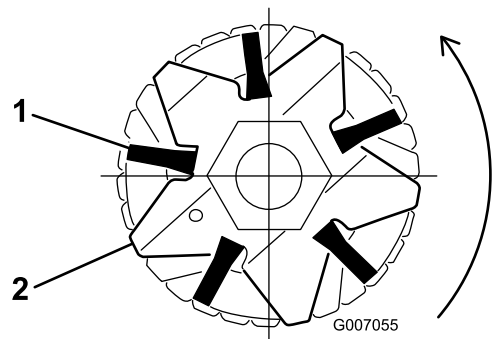
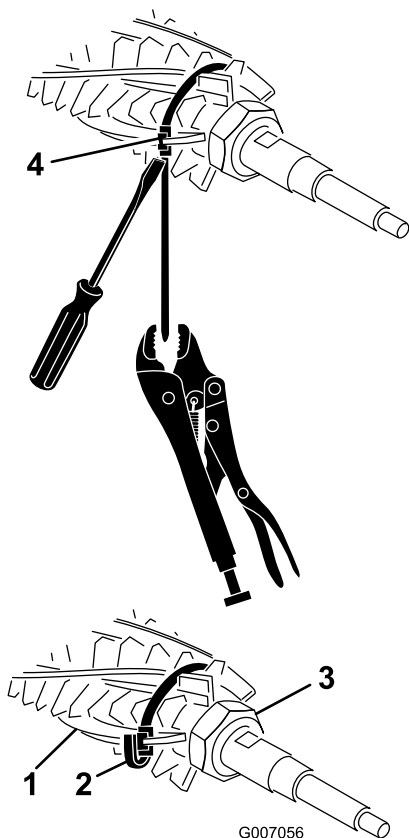

Figura 39
Figura 40
2. Verifique se as escovas estão colocadas nas ranhuras das lâminas do rastelo (Figura 39 e Figura 40).
3. Envolver, sem apertar, as correias, conforme indicado em Figura 40, em torno do eixo e das escovas do cilindro do rastelo inserindo as correias nas ranhuras das escovas Figura 39 Posicione as escovas de forma a que as correias fiquem entre as seguintes lâminas: 1-2, 14-15, 28-29 e 41-42.
aperte os parafusos de retenção das lâminas do rastelo (Figura 40).
- Quando fizer pressão com uma chave de fendas contra a fivela da correia, fixe a faixa com um alicate e pressione bem as faixas até ficarem presas nas ranhuras das escovas (Figura 40).
- Apare a correia até aproximadamente 1/4 pol. da fivela e dobre a correia que sobrar para cima da fivela (Figura 40)